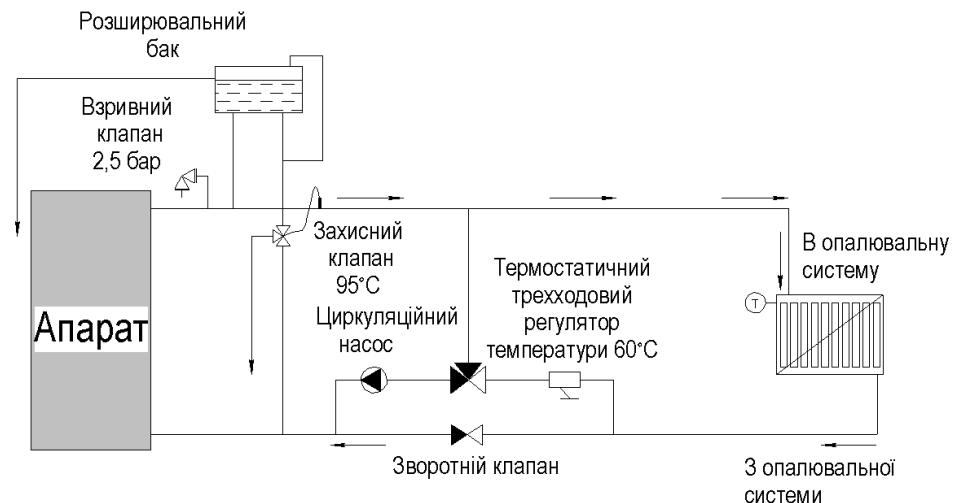
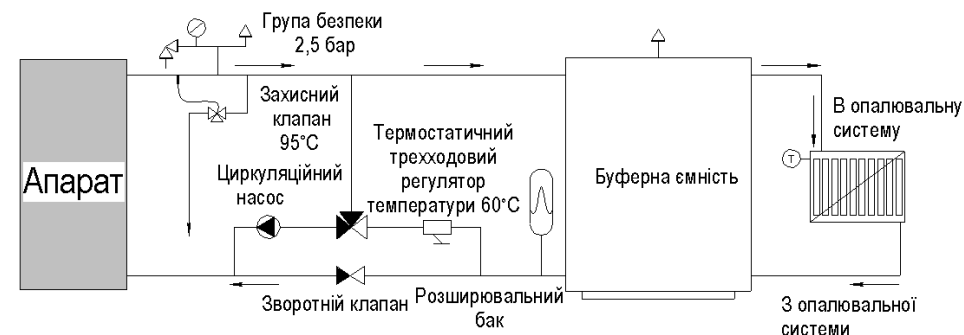

Рис. 4. Рекомендована схема приєднання апарата до відкритої системи опалення
Рис. 5. Рекомендована схема приєднання апарата до закритої системи опалення
УВАГА! При першому розпалі апарата, коли вода в системі не прогріта, можливе природне випадання конденсату в середині апарата. Після прогрівання конденсат зникає. Для зменшення утворення конденсату використовуйте одну із рекомендованих схем підключення апарата до системи опалення (Рис.5 або Рис.6)
- вентилятор, за допомогою чотирьох шайб і болтів, прикріпити до фланця, який знаходиться на задній стінці корпусу див. рис.4
2.2.2.2.6 Схема під'єднання апарата до системи опалення приведена на рис. 4 і рис.5.